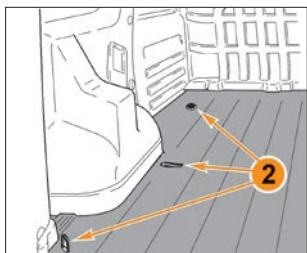

Рис. 5.7.2. Крепления
**В вариантном исполнении** используйте крепления 2 (рис. 5.7.2) для фиксации перевозимых предметов в багажном отделении.